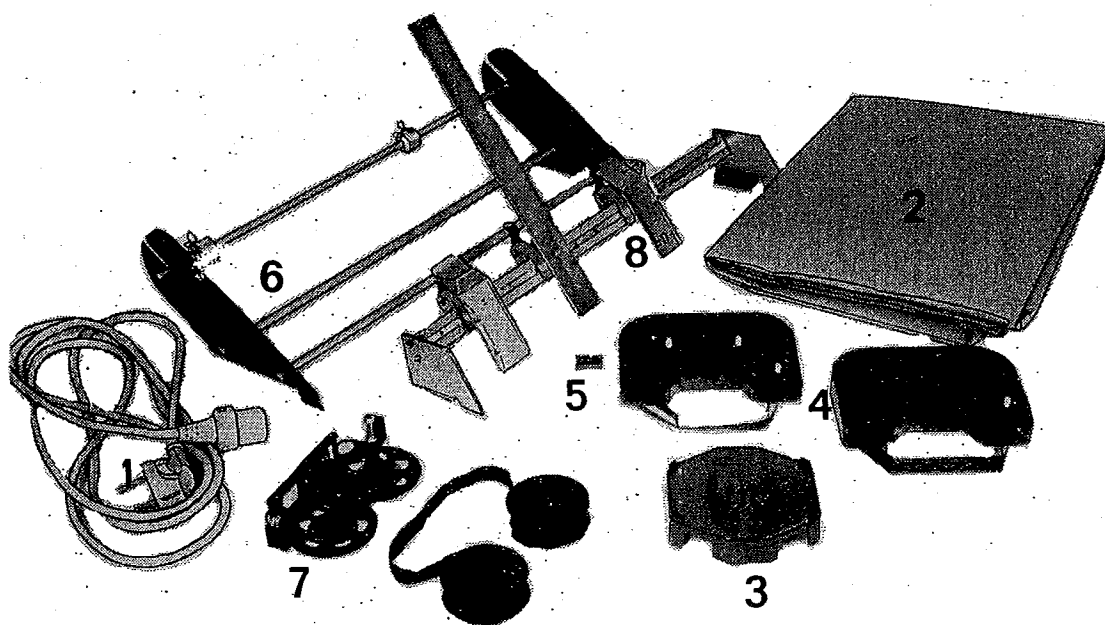

Bild 1
***) Darstellung im Bild 1
Öffnen Sie den Karton und entnehmen Sie das Zubehör und den Drucker. Die Vollständigkeit des Zubehörs (siehe Pkt. 2.) können Sie entsprechend Bild 1 überprüfen.